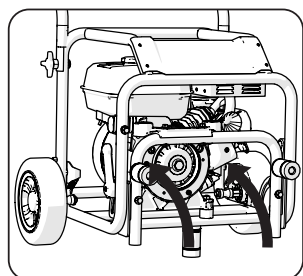

Fig. 17
- Ripiegare il telaio e spingerlo verso l'interno e verso l'alto nella propria posizione di chiusura. **(Fig. 17)**